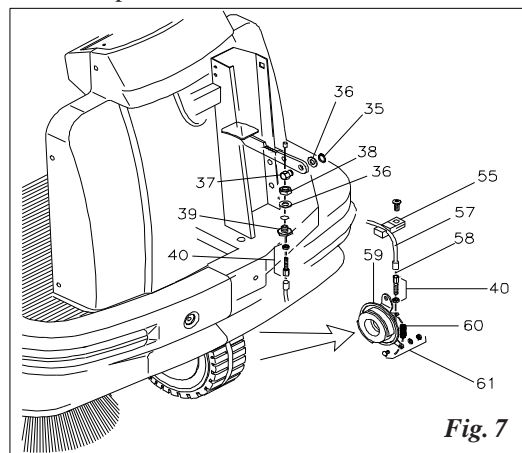

Fig. 7
7.9 SUSTITUCIÓN Y REGULACIÓN DEL CABLE DEL FRENO (Fig.7)